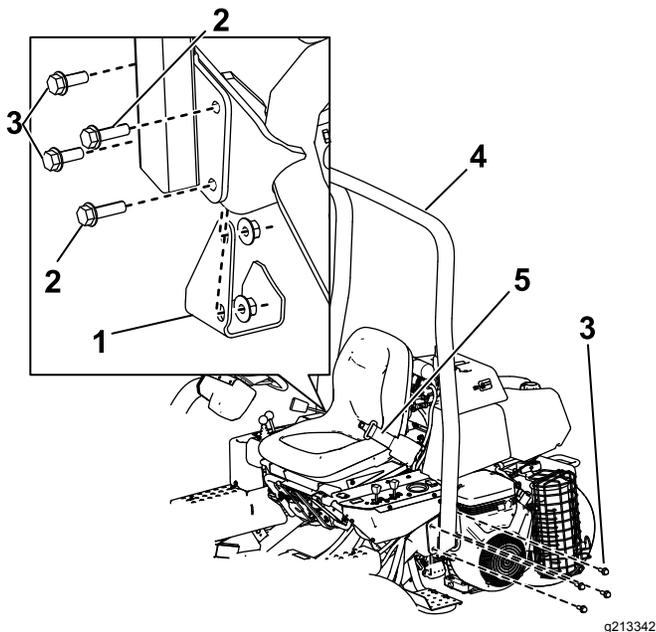

図 6
2. ROPS バー 図 6 を、取り付けブラケットにセットして取り付け穴をそろえる。
- ROPSの左側を取り付けブラケットに固定するボルト 1/2" x 1 1/2" 4本とロックナットを使用する 図 6。
- ROPSバーの右側、および先ほど取り外したジャッキパッドを、取り付けブラケットに固定するボルト 1/2 x 1 1/2 インチ 2本、ボルト 1/2 x 1 3/4 インチ 2本、ロックナットを使用し、図 6 に示すように取り付ける。